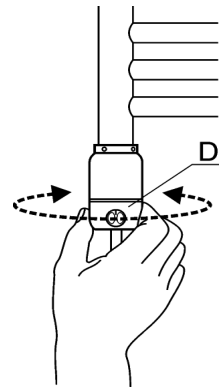

Abbildung 13
5.23. Die Kontrollleuchte und den Drehknopf des Thermostats sollen durch Drehen des Gehäuses vom Potentiometer in eine geeignete Position eingestellt werden. **Abbildung 13**